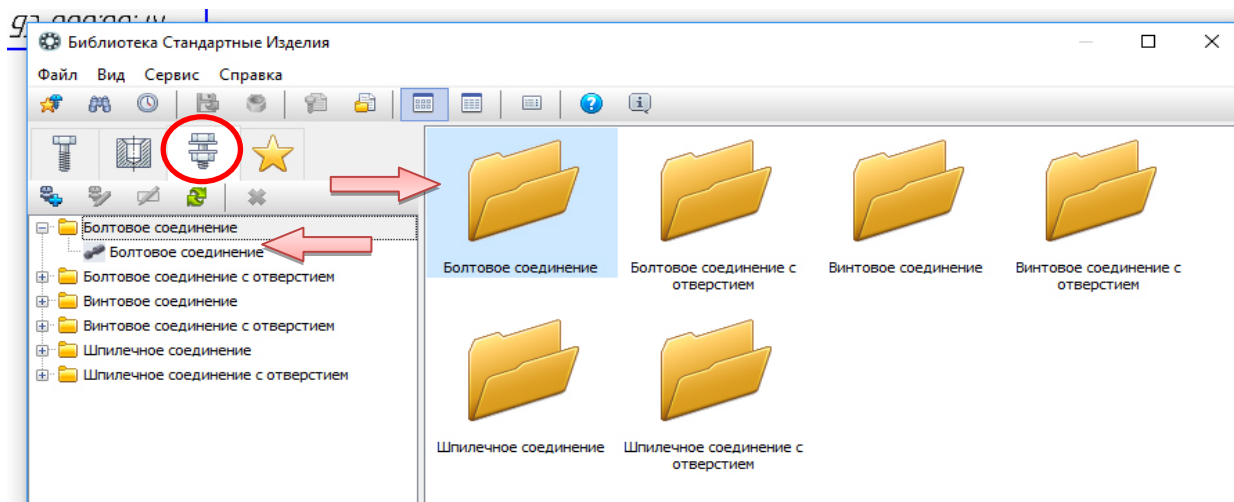

Рис. 4.33. Набор «Болтовое соединение» в библиотеке крепежных элементов
- Над областью навигации окна библиотеки откройте вкладку «Крепежные соединения» (рис. 4.33).
- В дереве библиотеки раскройте ветвь «Болтовое соединение» или выполните двойной щелчок мышью на папке «Болтовое соединение» (рис. 4.33).